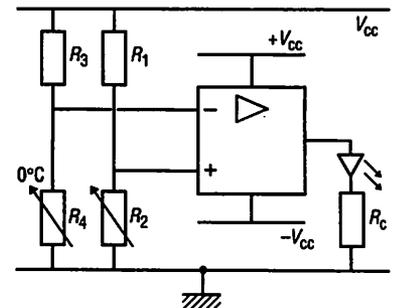

Fig. 16 : Exemple de thermostat électronique.
3.4. Exemple d'application (fig. 16)
On peut réaliser un thermostat simple selon le montage (fig. 16).